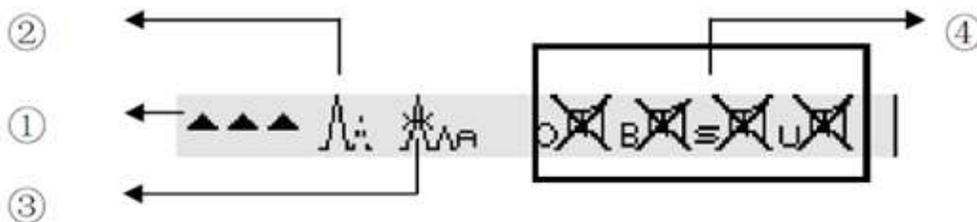

Fig. 2-6 Indicación de marca
- Área de visualización de información de estado: incluyendo visualización de marcado, control de puerta, control de alarma, etc. Las marcas de aviso se muestran como en la Fig. 2-6 y la Tabla 2-2.